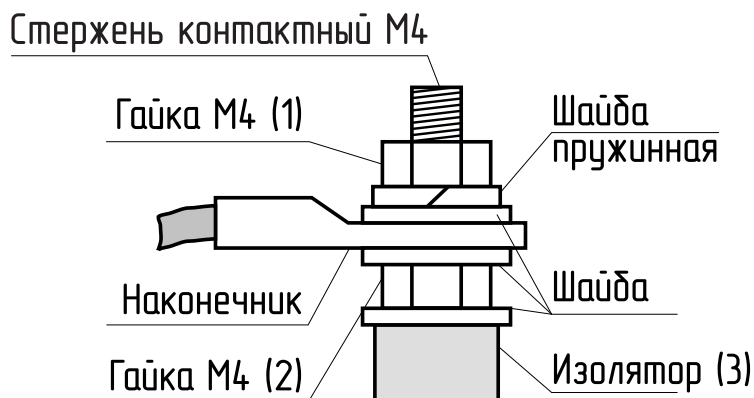

Рис.9 Присоединение проводов к выводам блок ТЭН
10.4. При замене блок ТЭН присоединение фазных проводов к выводам блок ТЭН производить согласно Рис.9. Сечение кабеля указано в таблице 1 и 1.1.